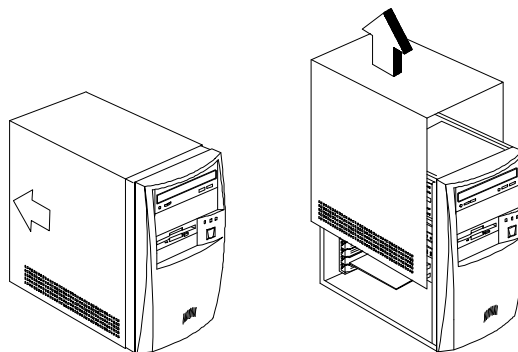

Abbildung 4-2 Gehäuseabdeckung entfernen
4. Drücken Sie die Gehäuseabdeckung etwas nach hinten, wie in Abbildung 4-2 gezeigt wird.